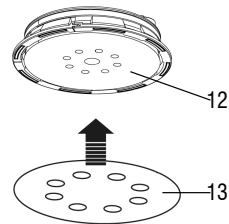

Fig. 3 – Colocando y cambiando el disco de lija
Coloque el disco de lija (13) en el centro de la base de la lija (12) (Fig. 3);